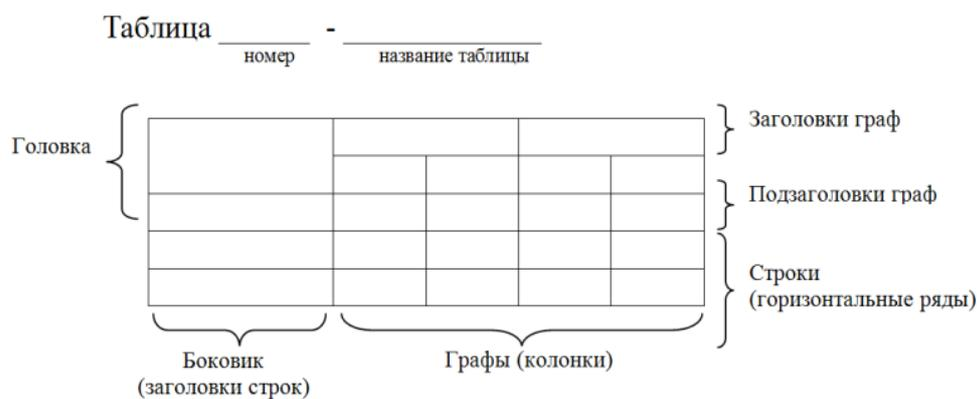

Рисунок 1 – Построение таблиц
7.21.4. Если рисунок один, то он обозначается «Рисунок 1». Слово «рисунок» и его наименование располагают посередине строки.